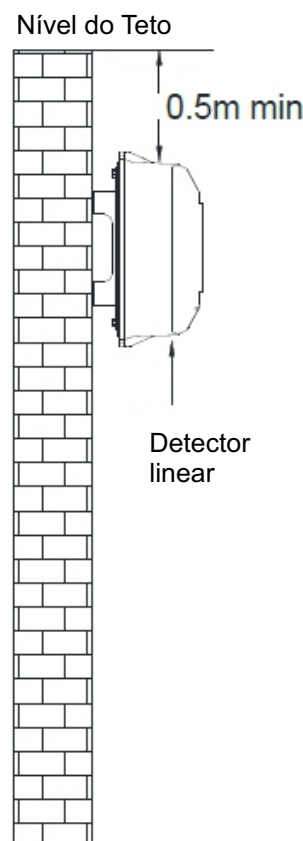

Figura 3: Detalhes da instalação
1. Sob a área plana sobressalente. Se a altura do teto for inferior a 8 metros, o detector de feixe linear deve ser instalado de 0,5 a 1 metro abaixo do nível do teto. Consulte a Figura 3.
2. Sob a área plana sobressalente. Se a altura do teto for superior a 8 metros, o detector de feixe linear deve ser instalado no mínimo 0,5 metro abaixo do teto. Consulte a Figura 3.